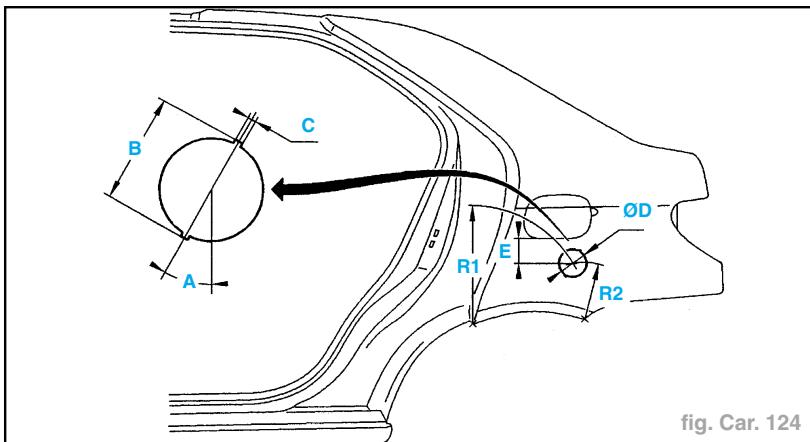

fig. Car. 124
- Version 5 portes (fig. Car. 124)